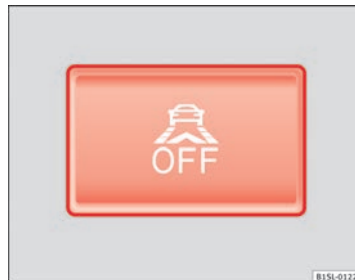

Fig. 100 Sur la partie inférieure de la console centrale : Touche de la fonction d'assistance au freinage en ville.
La fonction d'assistance au freinage en ville a été activée à l'aide du bouton  → fig. 100.	Le témoin s'éteint automatiquement après 5 secondes.
dans la zone de fonctionnement de 5-30 km/h (3-19 mph) : La fonction d'assistance au freinage en ville a été désactivée à l'aide du bouton  → fig. 100.	Activer la fonction d'assistance au freinage en ville à l'aide du bouton  → fig. 100.
- Appuyez sur la touche ⇒ fig. 100 de la console centrale.